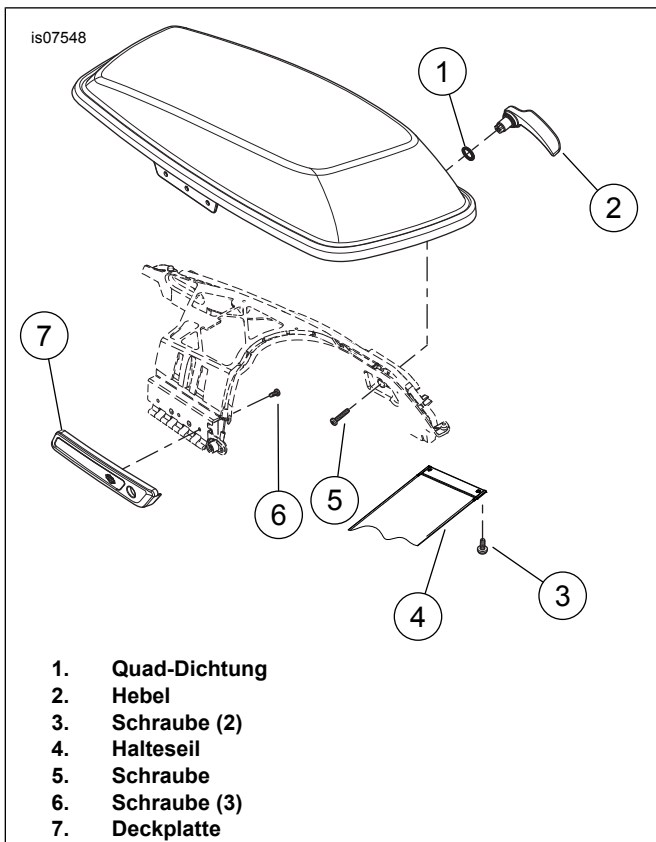

Abbildung 1. Scharnierabdeckungs- und Hebelsatz
1. Siehe Abbildung 1. Die Halteseilschrauben (3) entfernen, um Zugang zu den Deckplatten-Befestigungsschrauben (6) zu erhalten. Die Schrauben für den späteren Einbau aufheben.
2. Die Deckplatte festhalten und Schrauben (6) und Deckplatte entfernen. Schrauben und Deckplatte entsorgen.
3. Schraube (5), Quad-Dichtung (1) und Hebel (2) entfernen. Schraube, Quad-Dichtung und Hebel entsorgen.